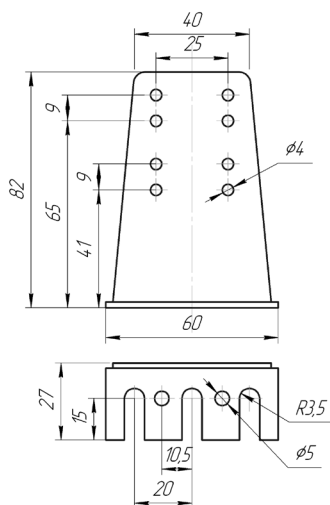

Рис. 4. Кронштейн
- b. Закрепите реле на стационарной поверхности с помощью кронштейна (рис. 4) и установочных винтов, входящих в комплект поставки.